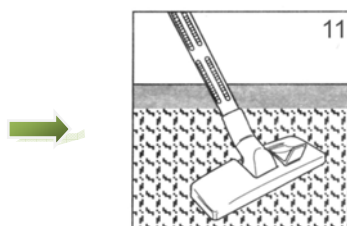

Рис. 11
- 1) При убранном ворсе используется для уборки мягких поверхностей: ковры, напольные покрытия и т.п. (Рис. 11)